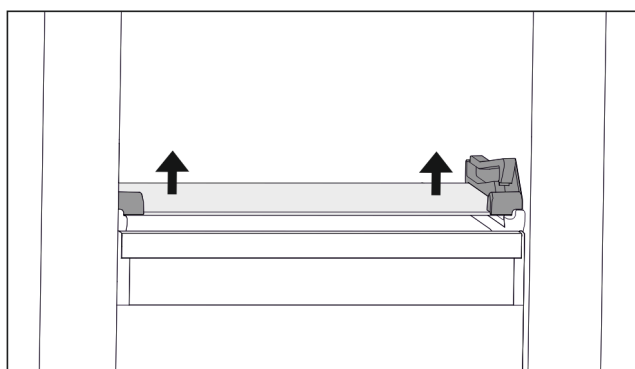

Fig. 72 Glasplatte des abklippbaren Schubfachs
- Glasplatte von unten beidseitig nach oben drücken. (zie Fig. 72)